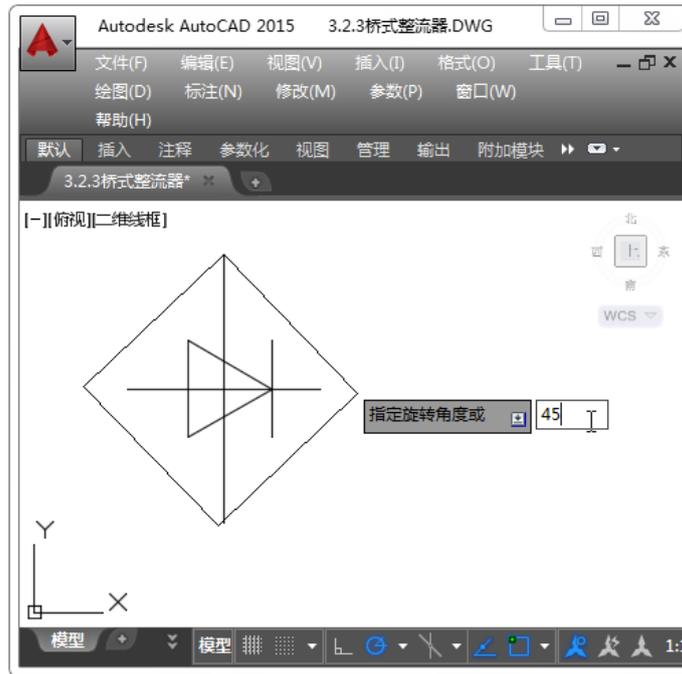

图 3-40 指定旋转角度
Step11: 然后根据命令行的提示, 输入“r”, 并指定旋转角度为 45°, 如图 3-40 所示。